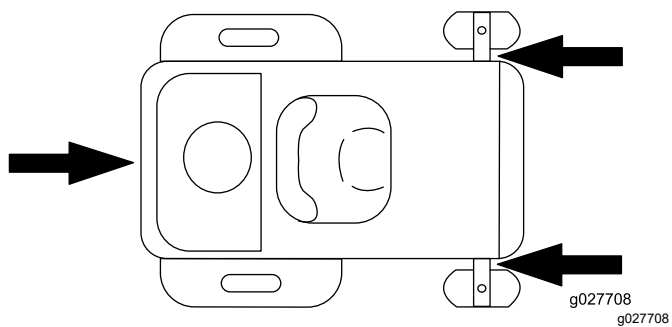

Bild 33
- Vegurten Sie die Maschine in der Nähe der vorderen Laufräder und dem hinteren Rahmen mit Riemen, Ketten, Kabeln oder Seilen (Bild 33). Ziehen Sie in Bezug auf Anforderungen für Befestigungen geltende Vorschriften zurate.